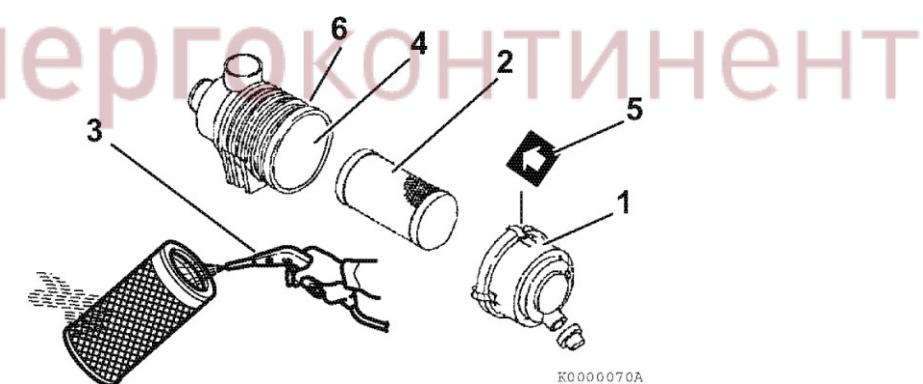

Рисунок 48
1. Отцепите и снимите крышку фильтрующего элемента воздушного фильтра (рисунок 48 (1)).
3. Продуть (рисунок 48 (3)) фильтрующий элемент в направлении изнутри-наружу сжатым воздухом под давлением 0.29 - 0.49 МПа, 3.0 - 5.0 кгс/см², чтобы удалить частицы пыли. Следует применять минимально низкое давление воздуха, чтобы не повредить фильтрующий элемент при удалении пыли.
8. Повторно установите крышки воздушного фильтра, удостоверившись, что направление стрелки (рисунок 48 (5)) на крышке совпадает со стрелкой на корпусе (рисунок 48 (6)).
Следует заменять фильтрующий элемент воздушного фильтра (рисунок 48 (2)) через каждые 500 часов работы двигателя, даже если фильтрующий элемент не поврежден и не загрязнен.
При замене фильтрующего элемента, необходимо очистите внутреннюю часть корпуса воздушного фильтра (рисунок 48(4)).